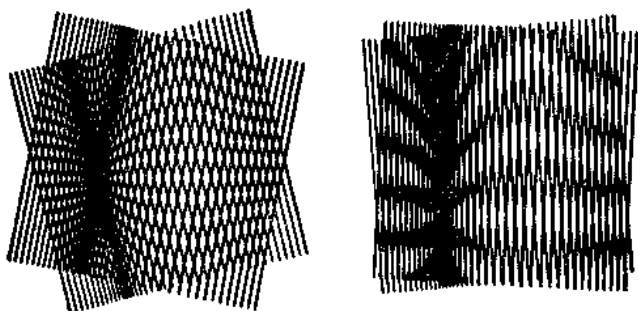

图 2-36
2. 上面斜度一致但疏密不等的幻灯片如有两张,迭合并旋转一个较小的角度后便产生图2-36的曲线波纹运动。